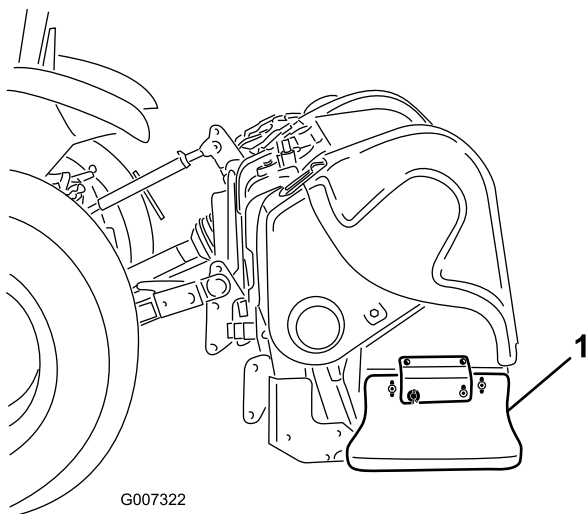

Figura 39
1. Solte as cavilhas e as porcas que fixam o resguardo lateral à estrutura (Figura 39).